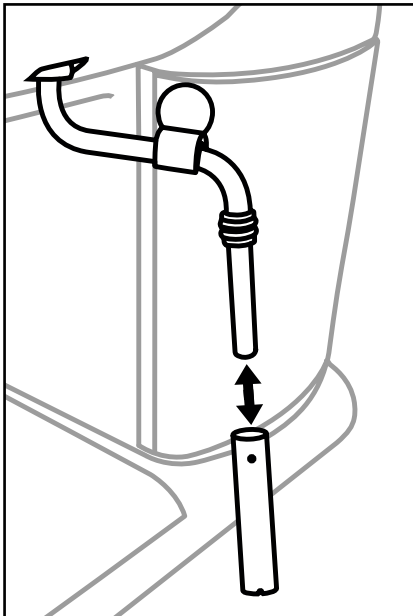

Figura 1
- 5) Retire el casquillo del espumador de leche 10 (figura 1) y límpielo cuidadosamente en agua caliente.
- 7) Vuelva a colocar el casquillo en la boquilla (figura 1).